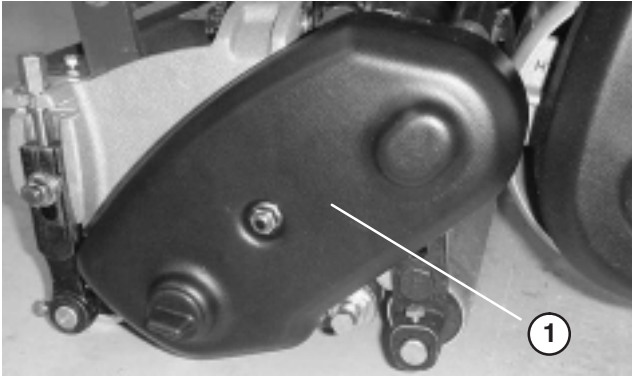

Figure 36
1. Retirez les fixations du couvercle de la courroie et déposez le couvercle pour exposer la courroie (Fig. 36).